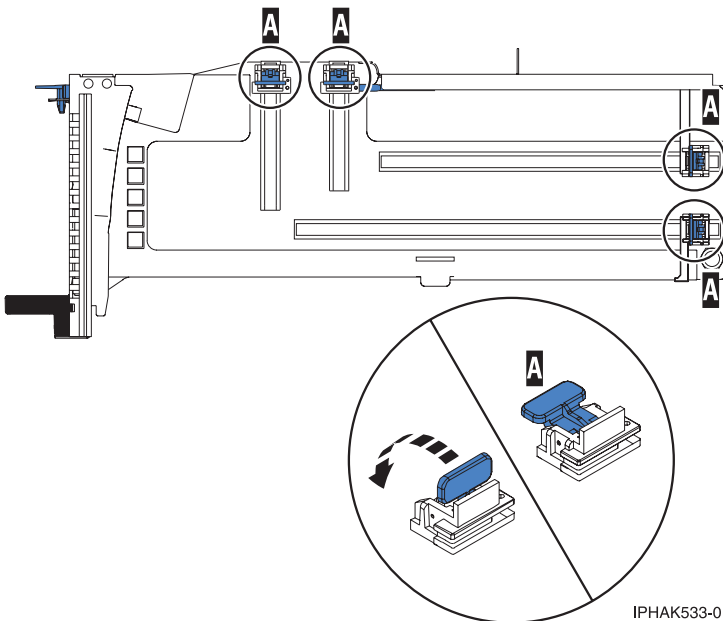

Figura 37. Piezas de retención del adaptador en una casete
- a. Asegúrese de que todas las piezas que servirán para sujetar el adaptador se han empujado hacia fuera de los bordes de la casete para permitir la colocación del adaptador. Consulte Figura 37.